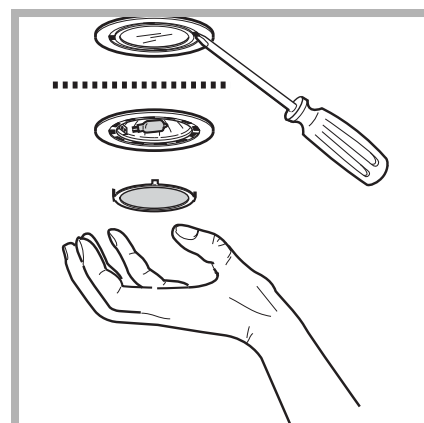

Fig. 4
- a. Pour enlever le plafonnier faire levier avec un petit tournevis à tête plate (Fig. 4).